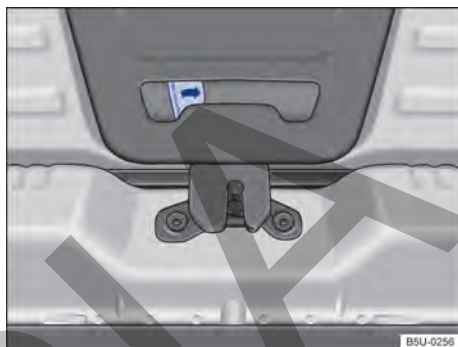

Fig. 54 Del lado de adentro del maletero: apertura de emergencia de la tapa trasera.
- Desplazar la palanca de desbloqueo en el sentido de la flecha → **fig. 54**, para destrobar la tapa.